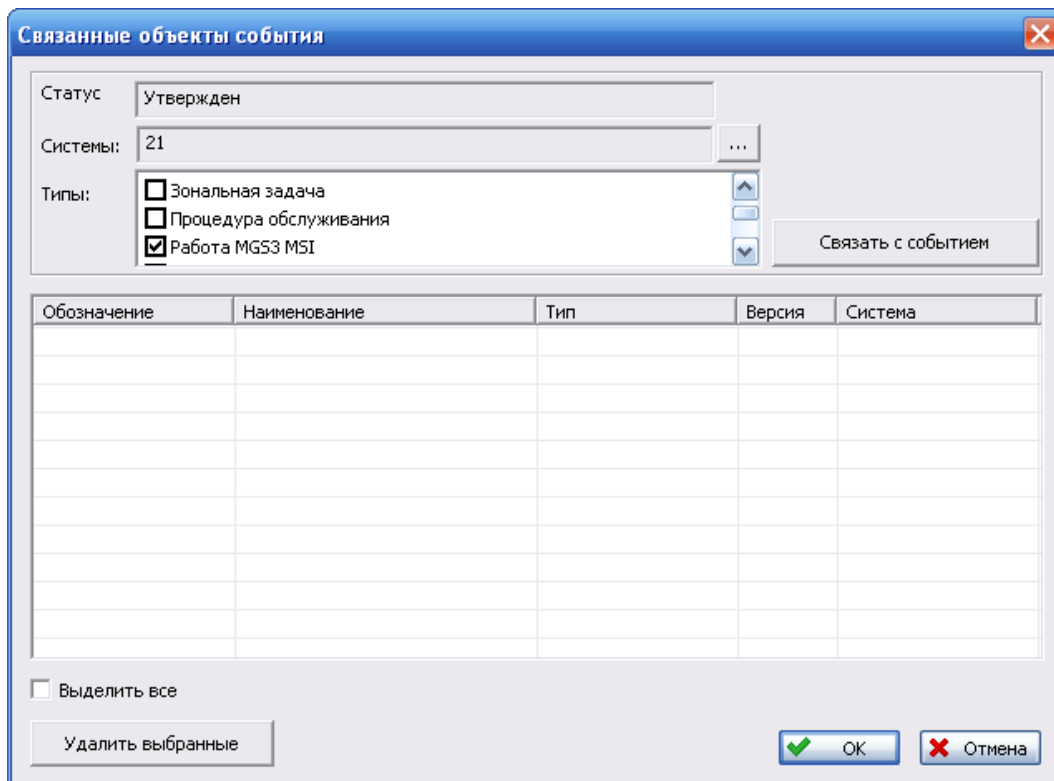

Рис. 21-6
- В поле **Типы** выберите типы объектов БД, которые нужно связать с событием. Для этого поставьте соответствующие флаги (рис. 21-6).